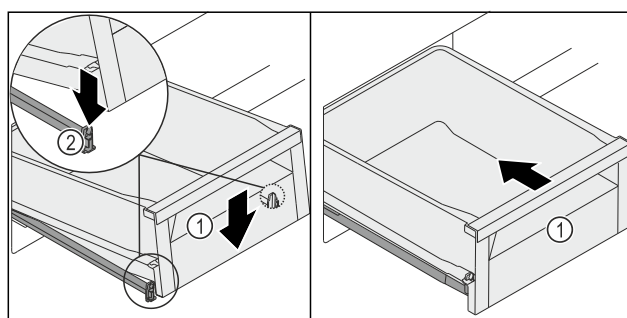

Fig. 249
- Abaisser l'avant du tiroir Fig. 249 (1) de manière à insérer le tiroir dans les languettes Fig. 249 (2) à gauche et à droite.
- Vous entendrez le tiroir Fig. 249 (1) s'enclencher.
- Pousser le tiroir Fig. 249 (1).